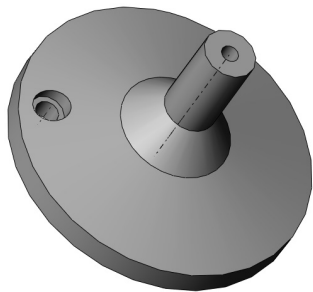

图 7-6 打开的文件实体
- 1) 选择菜单栏中的“视图”→“临时轴”命令，显示特征基准轴，如图 7-6 所示。